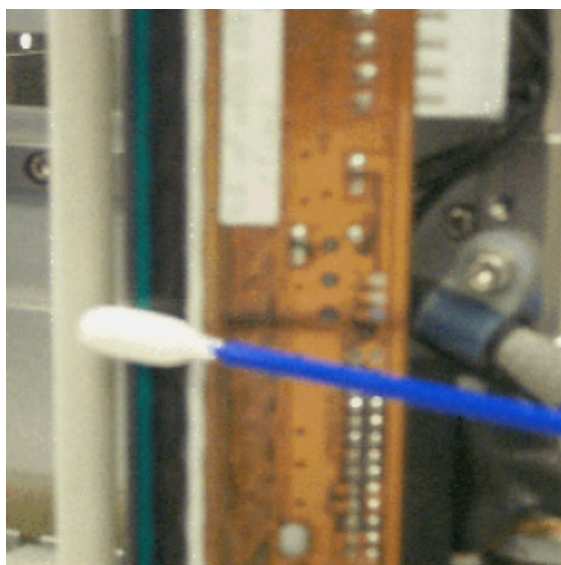

Рис. 5-16: Прочистка печатающей головки
- 3 Осторожно очистите пиксельную линию печатающей головки (Рис. 5-16), белые кассетные ролики и очищающий ролик при помощи гигиенических палочек с ватными наконечниками, которые входят в комплект поставки принтера.